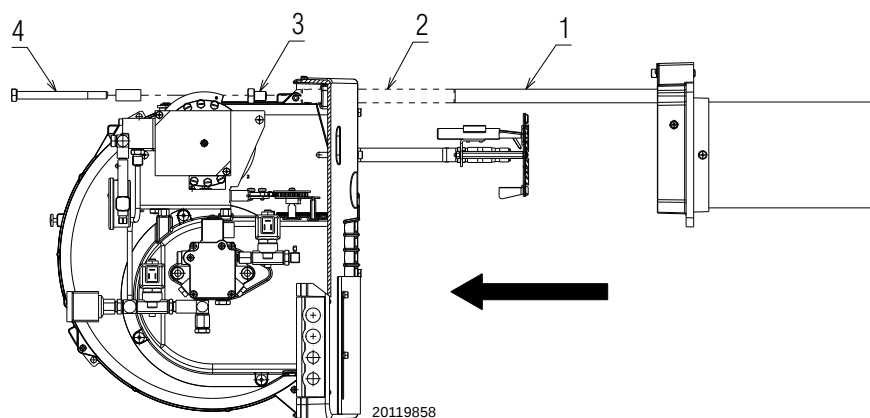

Fig. 4
- dévisser les deux vis 3)(Fig. 4) présentes au bout des deux glissières 1) ;